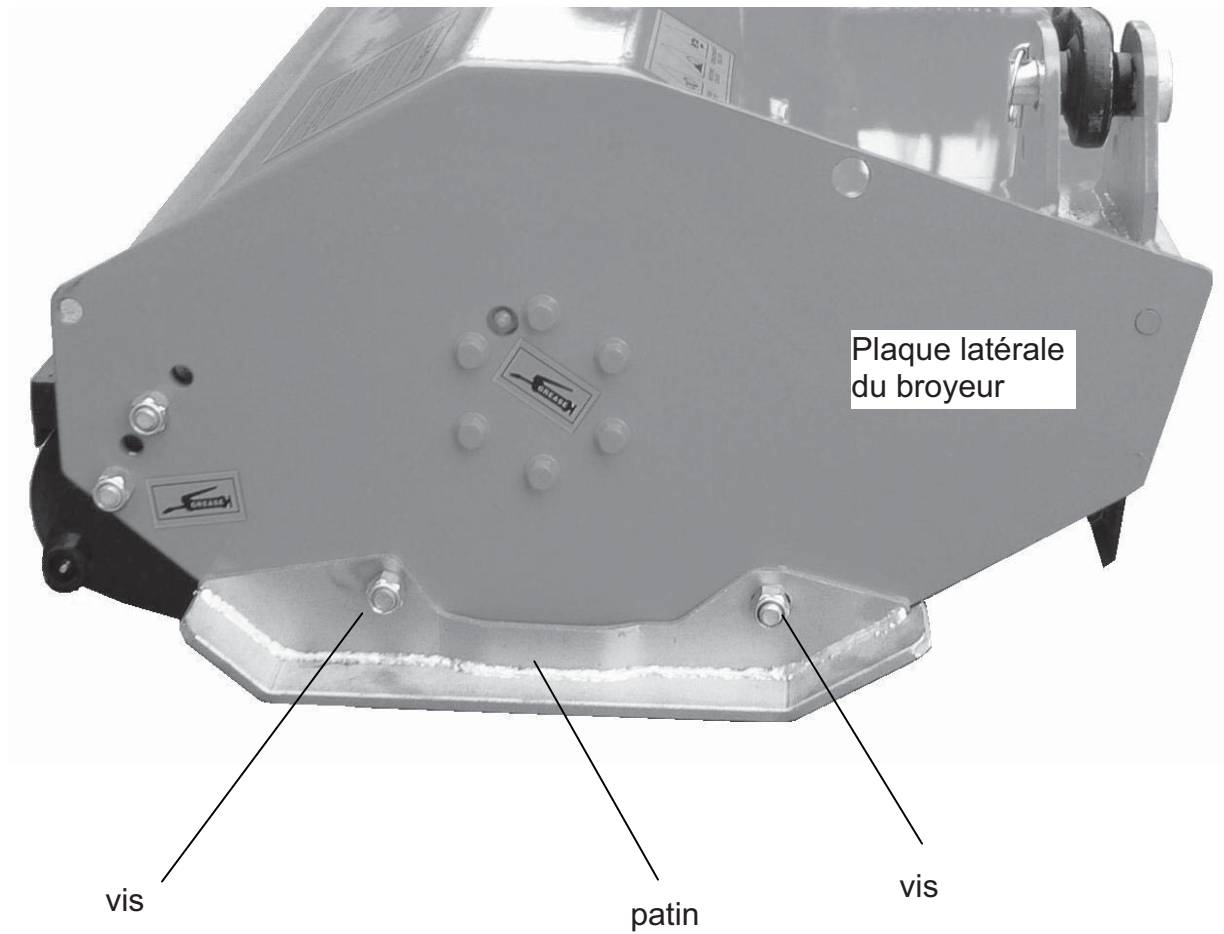

Fig. 2.2
- Effectuer l'assemblage de chaque **patin** (D et G) avec les vis **appropriées** (fig. 2.2).